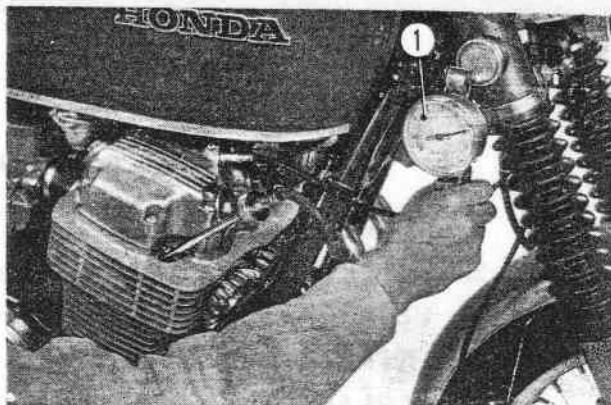

Fig. 18-1 ① Contrôleur de compression
- d. Faire tourner le moteur en actionnant le démarreur et noter la plus haute pression indiquée par le contrôleur de compression. (Fig. 18-1)